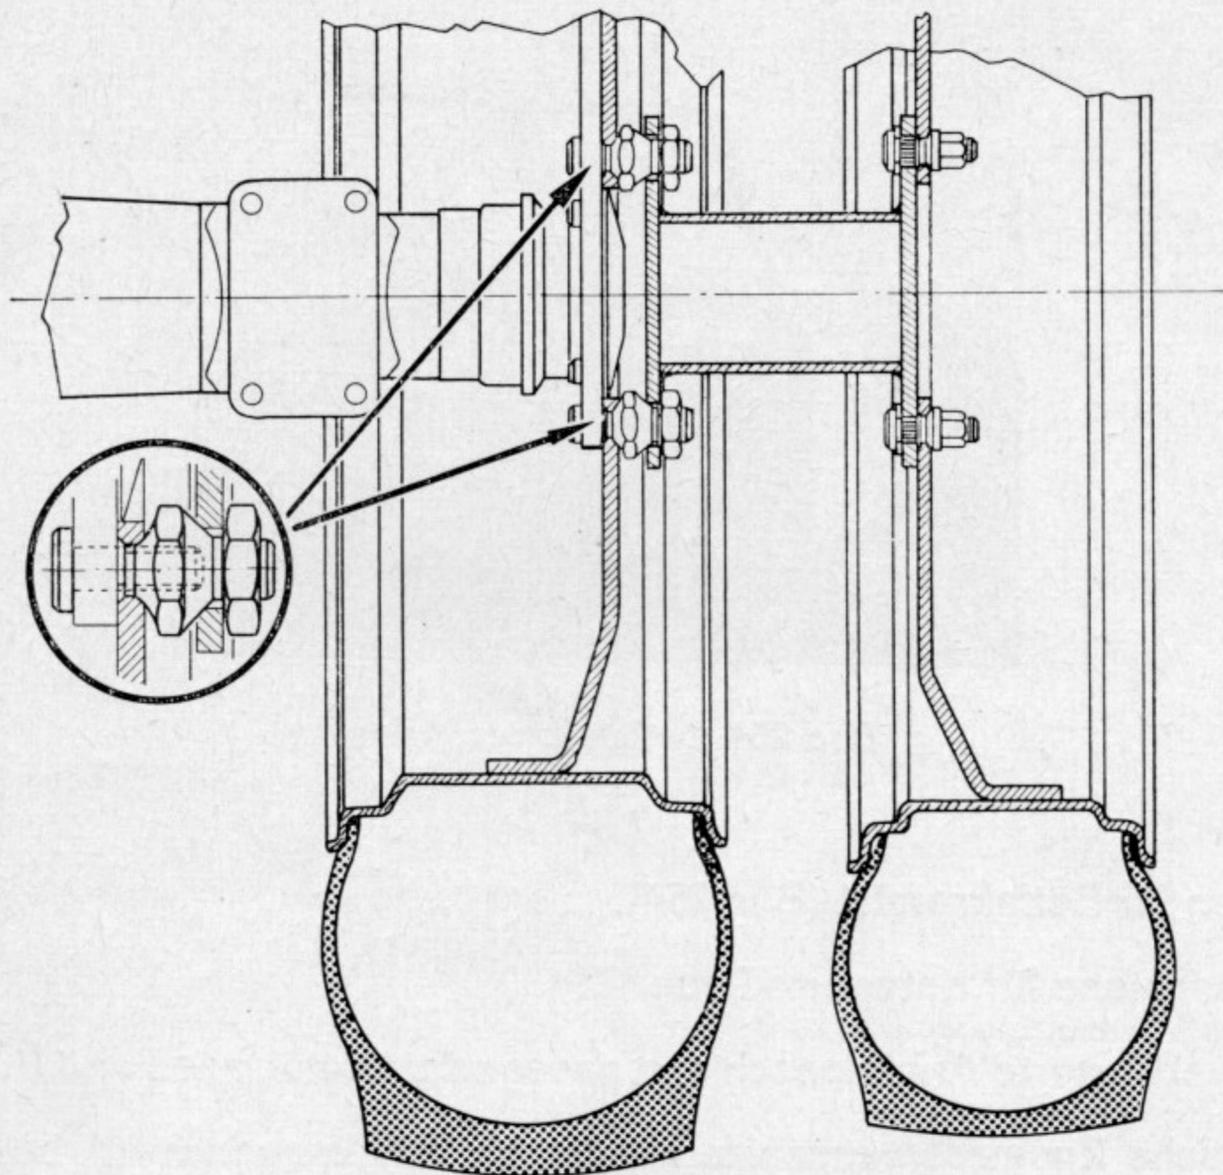

Bild 255.
23. Zwillingsbereifung hinten (Bild 255).